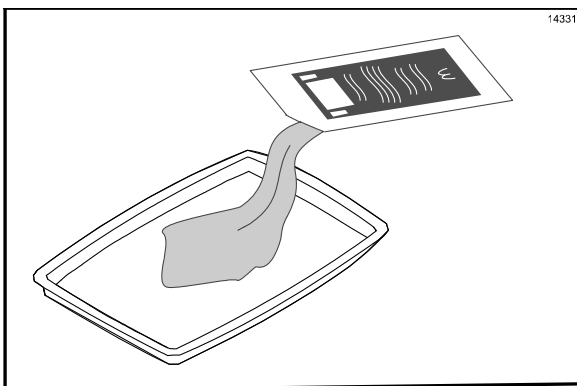

Abbildung 42
9. Ein Paket **McD Hi-Temp Grill Cleaner (HTGC)** öffnen. Den Inhalt in eine saubere Servierschale oder Edelstahl-Ofenschale geben. (Siehe Abbildung 42.)